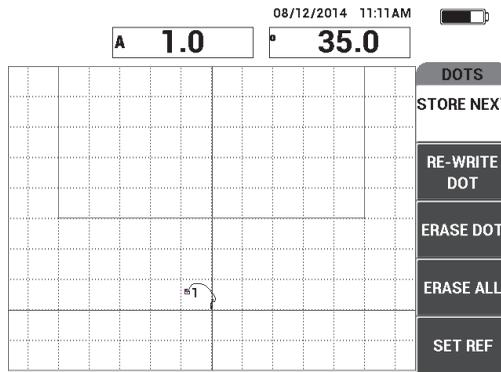

Abbildung 6-40 Erster aufgezeichneter Punkt
6. Wählen Sie **NÄCH.SPEICH** (Funktionstaste A) aus, um den ersten Punkt aufzuzeichnen (siehe Abbildung 6-40 auf Seite 164).